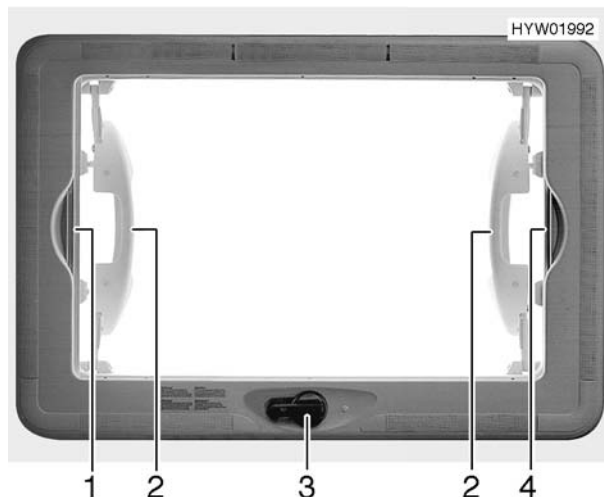

Bild 60 Hebe-Kippdach
- Handkurbel (Bild 60,3) drehen, bis Widerstand spürbar ist (max. Öffnungswinkel 70°).
- ▷ Das Hebe-Kippdach darf nur mit beiden Händen an den Griffen (Bild 60,2) bedient werden.
- Faltverdunklung am Griff (Bild 60,1) zum gegenüberliegenden Griff des Insektenschutzrollos (Bild 60,4) ziehen und einrasten lassen.
- Griff der Faltverdunklung (Bild 60,1) aushängen.
- Insektenschutzrollo am Griff (Bild 60,4) zum gegenüberliegenden Griff der Faltverdunklung (Bild 60,1) ziehen und einrasten lassen.
- Insektenschutzrollo am Griff der Faltverdunklung (Bild 60,1) aushängen.
- Insektenschutzrollo am Griff (Bild 60,4) langsam zurückführen.